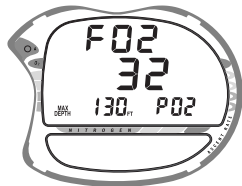

Fig. 19 - FO2 = 32%
- Für jeden FO2 Wert wird unterhalb die **Maximaltiefe für das jeweilige Gemisch** auf der Berechnungsgrundlage 1.60 ATA PO2 (Fig. 19) angezeigt. Bei FO2 "AIR" entfällt diese Anzeige.